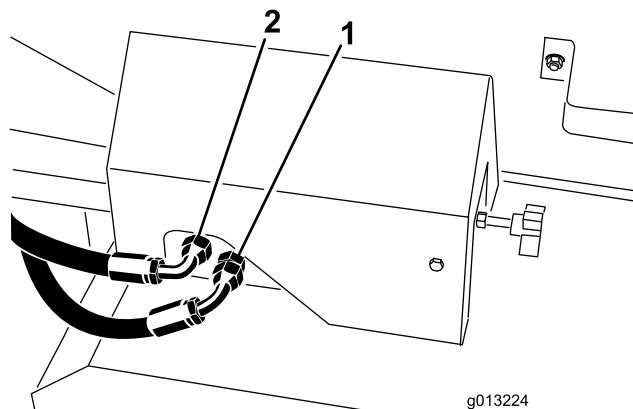
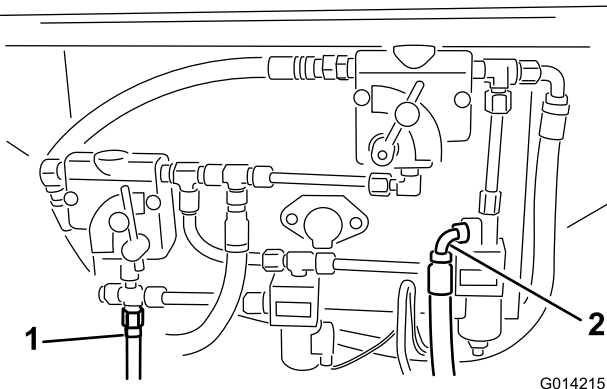
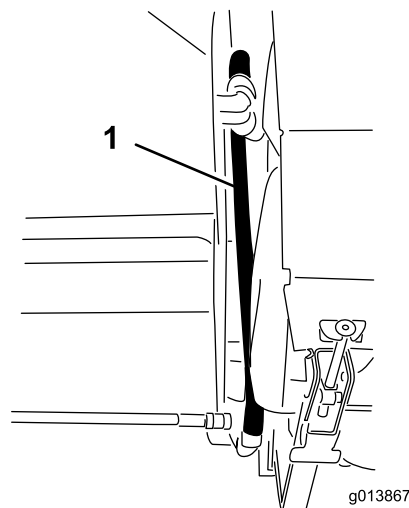
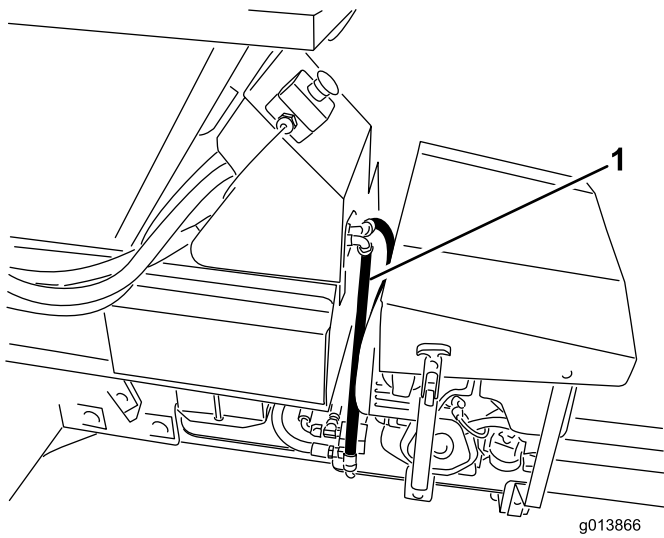

Figura 15
Figura 14
Figura 16
Figura 17
39. Identifique as ligações de pressão e retorno no modelo base ProPass. Consulte Figura 14 para as versões SH e Figura 15 para as versões EH.
40. Se os tubos de pressão e retorno tiverem sido devidamente instalados nos locais indicados em Figura 14 e Figura 15, remova-os.
41. Ligue os tubos hidráulicos ao painel de controlo hidráulico. Consulte Figura 14 e Figura 16 sobre as versões SH e Figura 15 e Figura 17 sobre as versões EH.